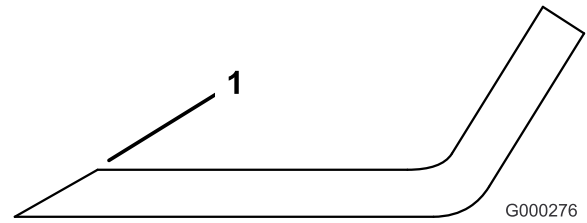

Figura 78
1. Utilice una lima para afilar el filo de corte en ambos extremos de la cuchilla (Figura 78). Mantenga el